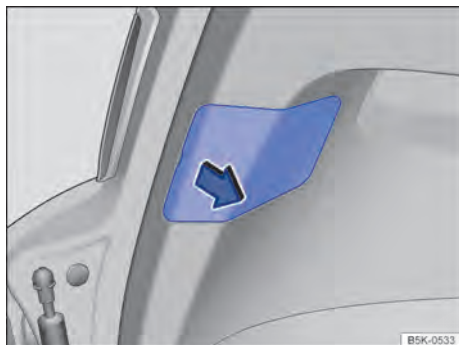

Fig. 201 Na tampa do compartimento de bagagem: retirar a cobertura.
3. Levantar com cuidado a cobertura, se necessário, com a lâmina plana da chave de fenda das ferramentas de bordo → Fig. 201.